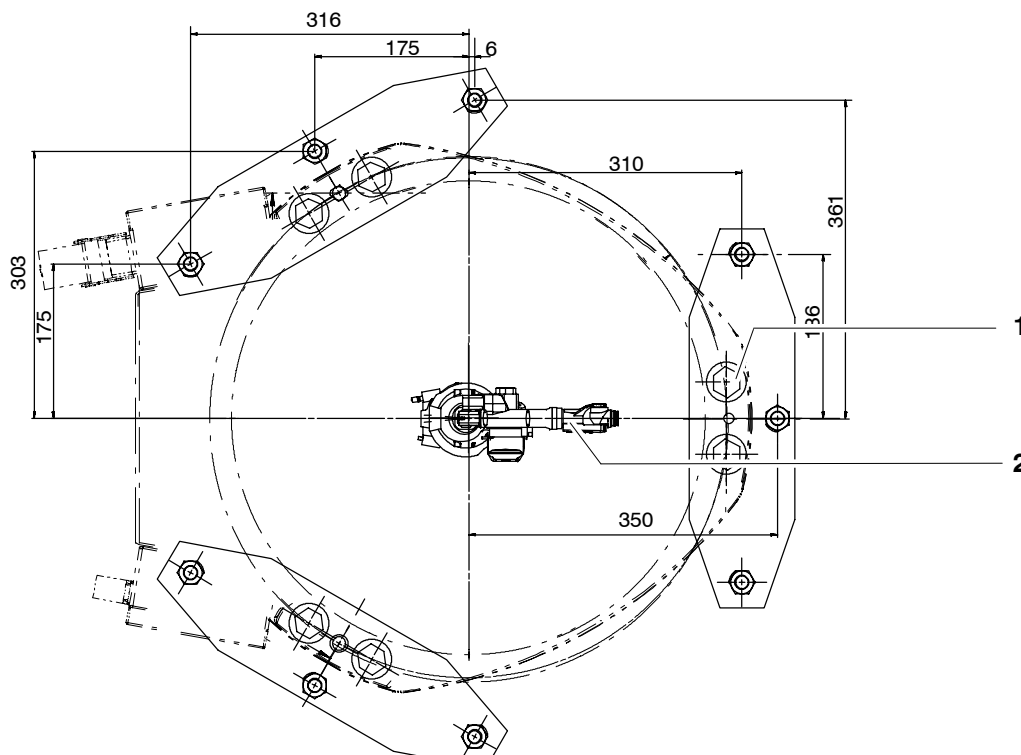

Fig. 42 Plaques de fondation
- (1) Soulever le manipulateur avec le chariot élévateur à fourches ou le dispositif de levage.
- (2) Fixer trois plaques de fondation (Fig. 42/2) au manipulateur (3) avec respectivement deux vis à tête hexagonale (1) M20x70-8.8, sans oublier les rondelles-freins.
- (10) Percer neuf trous pour les chevilles (Fig. 42/1) par les trous des plaques de fondation. Profondeur de perçage dans le béton : 125 mm.